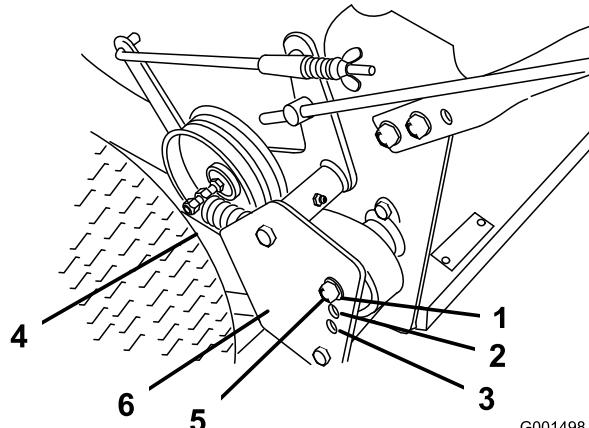

Figura 10
4. Retire el muelle de transmisión del perno de ajuste (Figura 10).
5. Retire la contratuerca que sujeta el perno de ajuste al deflector de la polea de transmisión (Figura 10).
Nota: La tensión de la transmisión de las ruedas es menor en la Posición A. La tensión aumenta en las Posiciones B y C (Figura 10).